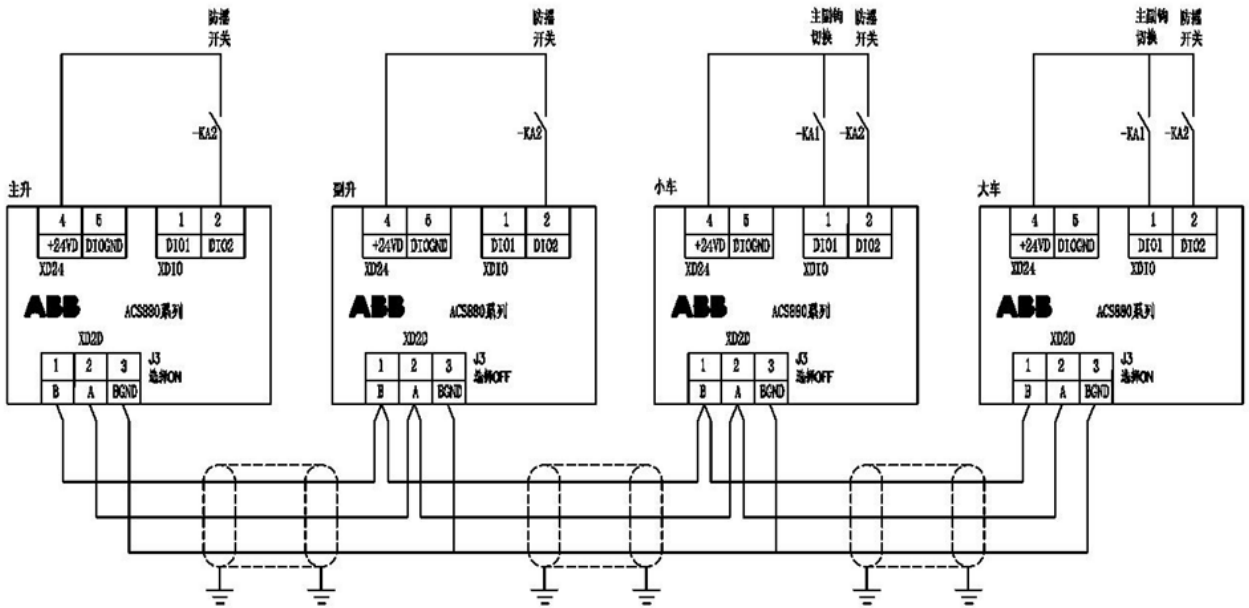

图 1
1. 硬件连接，行车四个机构变频器：主升、副升、大车、小车需要通过 **D2D** 端子进行连接（当传动位于链路末端时，跳线 J3 必须设置为 **ON** 位置，对于链路中间的传动，跳线 J3 必须设置为 **OFF** 位置），如图 1 所示：